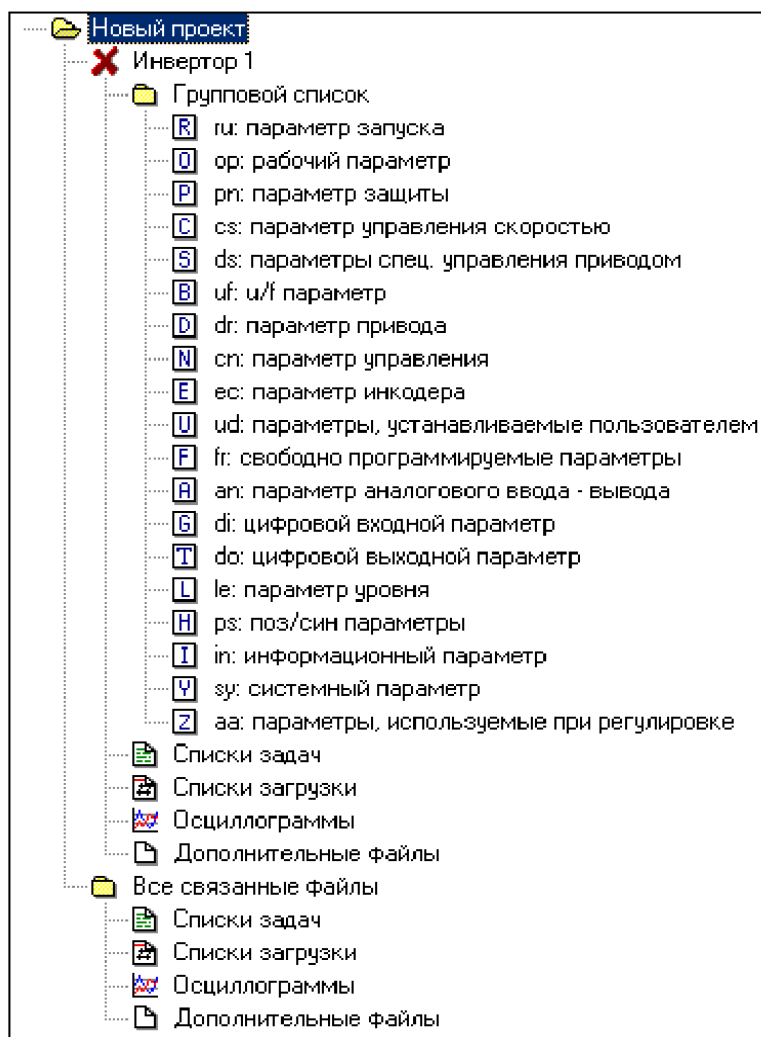

Рисунок 10.
3.1. После запуска **COMBIVIS 5.5** в левой панели главного окна программы автоматически открывается *Менеджер Проекта* содержащий дерево параметров *Нового Проекта* (рис. 10). При нажатии на соответствующий пункт дерева можно получить расширенную информацию о подключенном устройстве (выводится в правой панели главного окна программы). Кроме информации о *Проекте* и *Свойствах Инвертора* дерево содержит *Групповой Список* параметров инвертора.